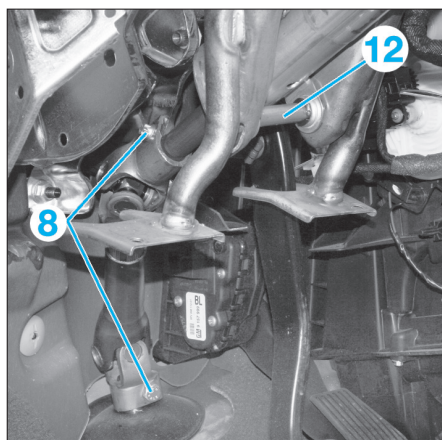
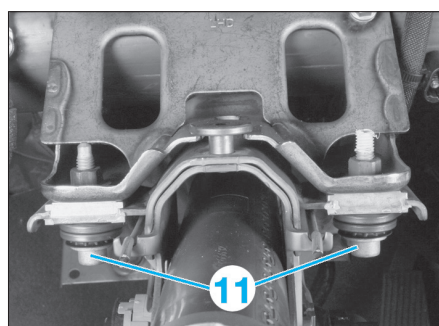

FIG. 10
FIG. 12
- les vis de fixation (8) de l'arbre intermédiaire de colonne de direction et le dégager du boîtier de direction (fig. 10).
- les 2 vis de fixation (11) (fig. 12) et la vis (12) (fig. 10) de la colonne de direction.